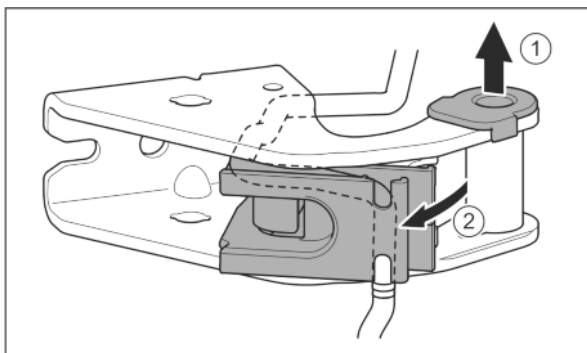

Fig. 25
- ▶ Tuleję łożyskową wyjąć z prowadnicy. Fig. 25 (1)
- ▶ Odchylić mocowanie kabla. Fig. 25 (2)